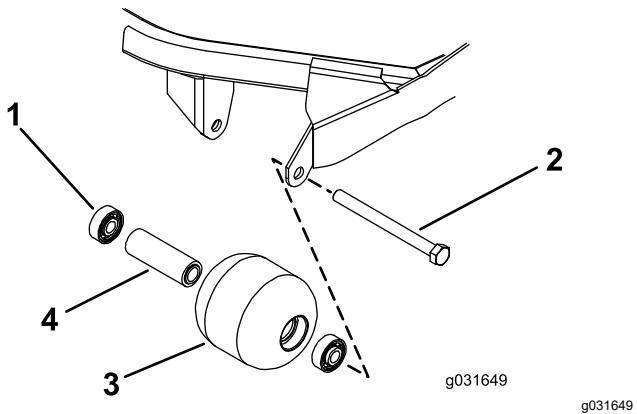

Figure 72
- Retirez le boulon de fixation du galet (Figure 72).
- Vérifiez l'état du logement de roulements, des roulements et de la douille d'écartement (Figure 72).
- En exerçant une pression uniquement sur la bague extérieure ou uniformément sur les bagues intérieure et extérieure, poussez le premier roulement dans le logement du galet (Figure 72).
- Insérez l'entretoise (Figure 72).
- En exerçant une pression uniquement sur la bague extérieure ou uniformément sur les bagues intérieure et extérieure, poussez le second roulement dans le logement du galet jusqu'à ce qu'il rencontre l'entretoise (Figure 72).